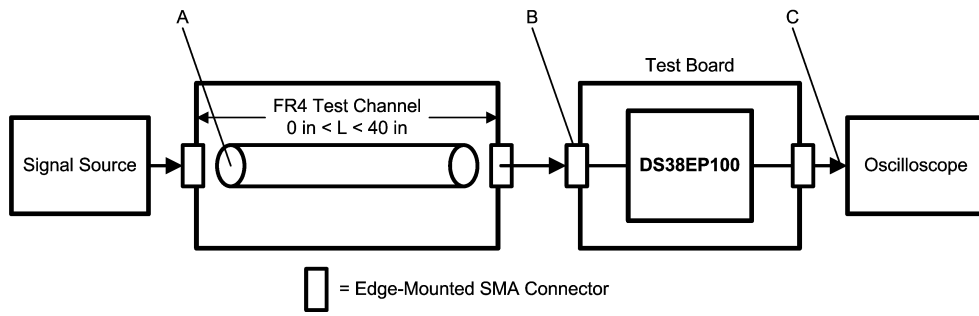

FIGURE 1. Transient Test Setup Diagram
- Note 3:** 伝送線路への入力時に測定される、イコライザへの差動信号です。Figure 1 の A を参照してください。伝送線路は $Z_0 = 100$ 、6ミルの、FR4 素材中のマイクロストリップです。
- Note 4:** 確定的シグナルは、差動出力 (Figure 1 の C) で測定し、テスト・チャネル (Figure 1 の A) の前の確定的シグナルを差し引きます。テスト・パターン: PRBS-7